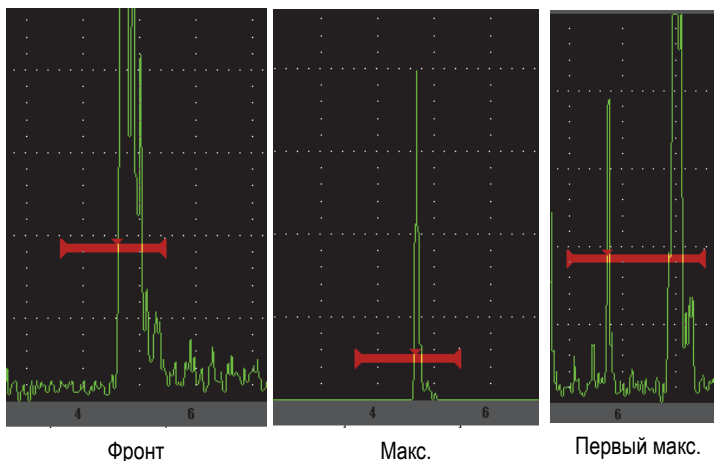

Рис. 2-11 Измерения в режимах Фронт, Макс. и Первый макс.
- **Peak** (Макс.): Измерение максимума сигнала в стробированном участке (не обязательно должен пересекать порог строба) [см. Рис. 2-11 на стр. 43].
- **1stPeak** (первый пик): Измерение первого максимума сигнала, пересекшего порог строба (уровень) [см.Рис. 2-11 на стр. 43].
- **Edge:** (Фронт): Измерение в первой точке пересечения строба эхо-сигналом (см. Рис. 2-11 на стр. 43).